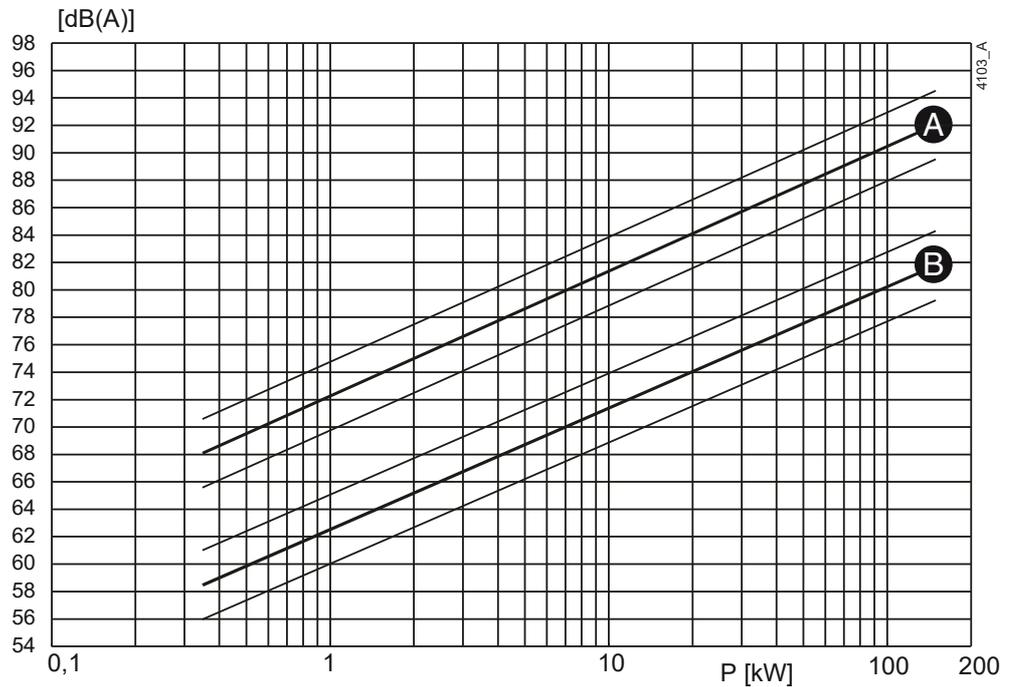
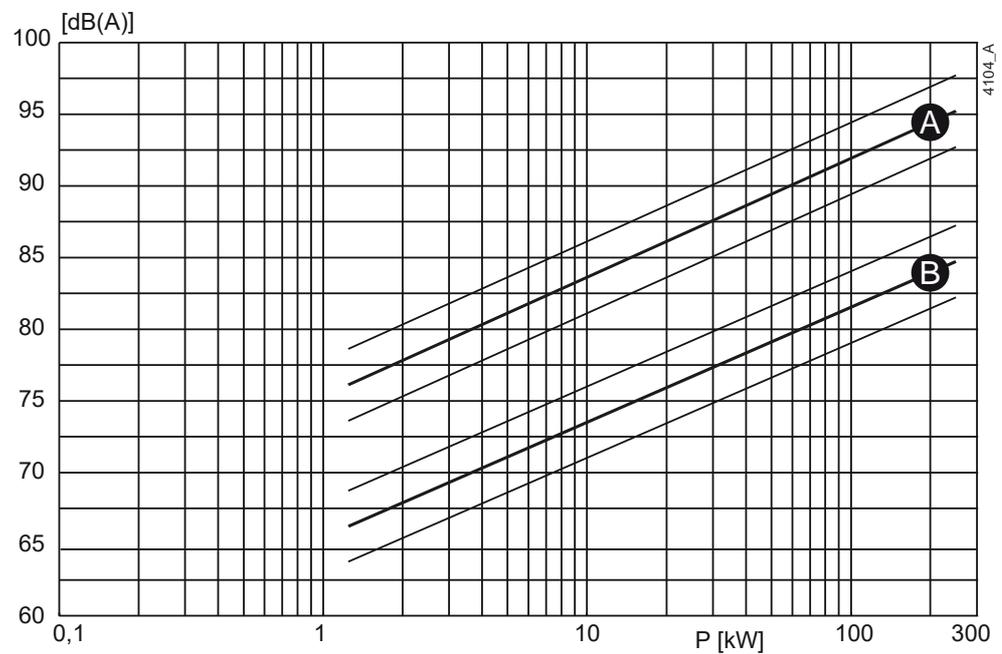

Figura 97: El ruido como función de la capacidad de la bomba [kW] a  $1450 \text{ min}^{-1}$
Figura 98: El ruido como función de la capacidad de la bomba [kW] a  $2900 \text{ min}^{-1}$
- 1 Para determinar el nivel de ruido ( $L_1$ ) de la bomba, consulte Figura 97 o Figura 98.